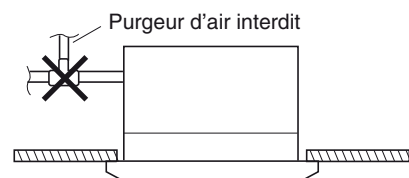

Fig. 3-7
- N'installez pas de purgeurs d'air qui peuvent entraîner un jet d'eau de la sortie de tuyau de vidange. (Fig. 3-7)